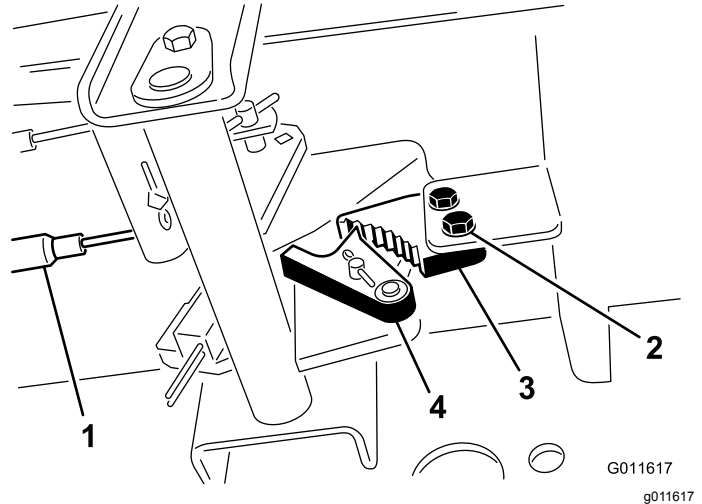

Bild 84
1. Lösen Sie die zwei Schrauben, mit denen die Sperre der Feststellbremse am Rahmen befestigt ist (Bild 84).
2. Drücken Sie das Pedal der Feststellbremse nach vorne, bis der Bremsauslöser ganz an der Bremssperre greift (Bild 84).